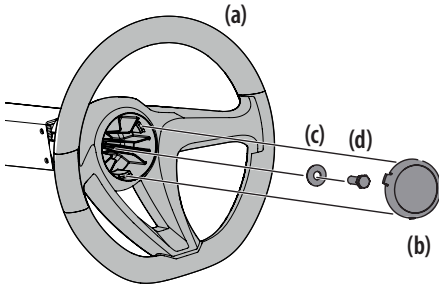

Figure 6
1. La quincaillerie qui sert à fixer le volant de direction (a) se trouve sous le couvercle du volant de direction (b). Retirez avec précaution le couvercle. Pour ce faire, insérez un petit tournevis plat dans une des trois languettes et soulevez le capuchon (b) pour retirer la quincaillerie. Voir Figure 6.
2. Assurez-vous que les roues de l'appareil sont dirigées vers l'avant, puis placez le volant de direction (a) sur l'arbre de direction. Voir Figure 6.
3. Insérez la rondelle Belleville (c), avec la partie creuse vers le bas, dans le volant de direction et fixez-la avec le boulon hexagonal autobloquant (d). Voir Figure 6.
4. Placez le couvercle du volant de direction (b) au centre du volant de direction (a), alignez les trois languettes avec les pattes du volant et poussez-le jusqu'à ce qu'il s'enclenche. Voir Figure 6.